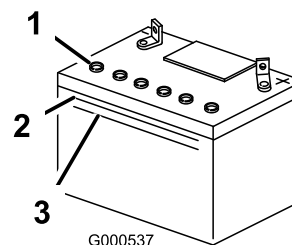

Figura 40
1. Examine a parte lateral da bateria. O eletrólito tem de estar ao nível da linha **superior** (Figura 40). Não deixe que o nível de eletrólito desça abaixo da linha inferior (Figura 40).
3. Retire as tampas de ventilação da bateria (Figura 40).
4. Encha devagar cada célula da bateria com água destilada até que o nível de eletrólito atinja o nível da linha Superior (Figura 40) na caixa da bateria.
5. Aguarde cerca de 5 a 10 minutos após encher as células da bateria. Adicione água destilada, se necessário, até que o nível de eletrólito atinja a linha Superior(Figura 40) na caixa da bateria.